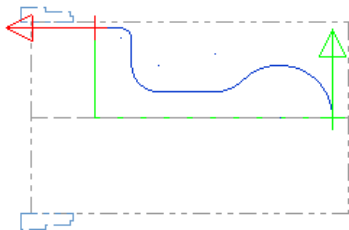

图 8.5 选取加工轮廓
Step2. 定义加工轮廓。在该对话框中选中 ☒ 接续 复选框, 然后在图形区中依次选取图 8.5 所示的轮廓线 (中心线以上的部分)。单击 ☒ 按钮, 系统弹出“车床粗加工 属性”对话框。